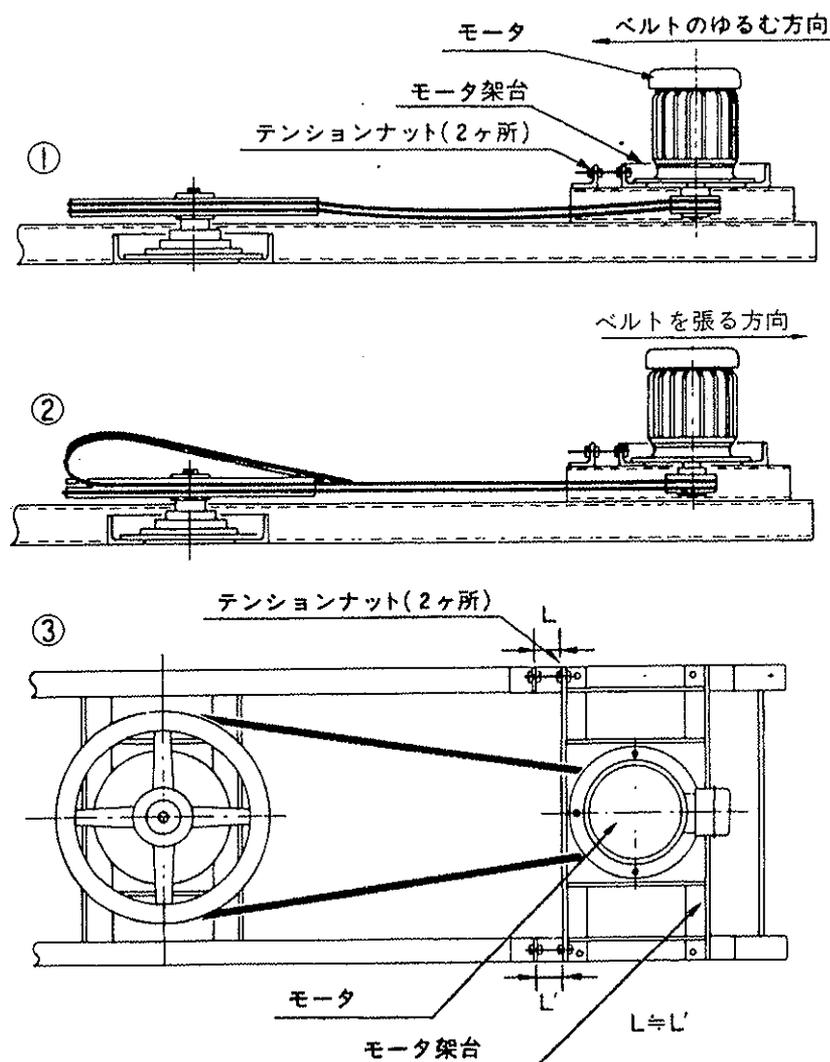

図10-7 ベルト交換手順
- c. 4本のスライドボルト・ナットをゆるめ、テンションナットを左右均等に回してベルトの張りを調整してください。(図10-7ベルト交換手順参照)
- c. テンションナットをゆるめて、モータをファンを中心方向にスライドさせてください。(図10-7①参照)
- d. 古いベルトを外し、新しいベルトに掛け替えてください。(図10-7②参照)ベルトの山が正しくプーリの溝に入っているか確認してください。